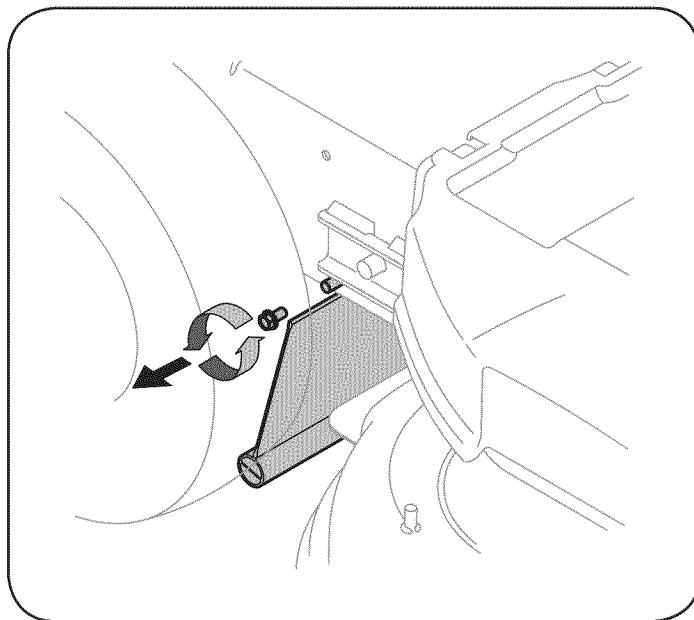

Figura 32
6. Extraiga el tornillo que fija el escudo al lado derecho de la cortadora. Vea la Figura 32.